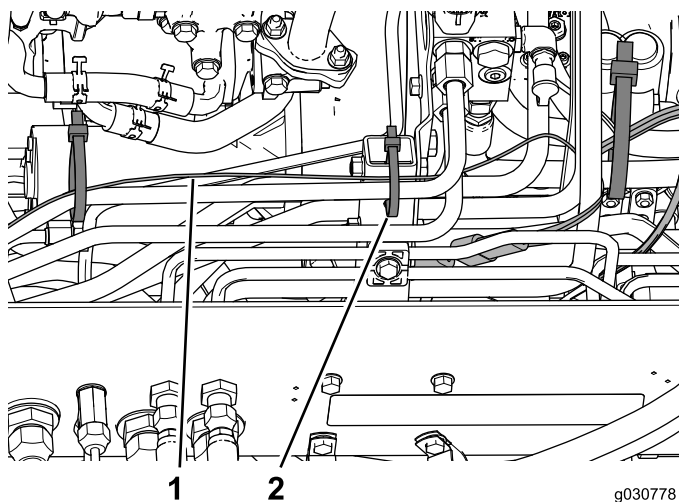
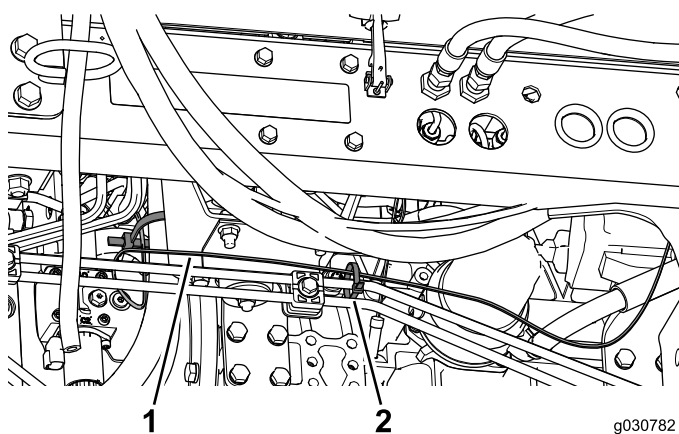

図 51
図 52
5. ケーブルタイを使用して、図 51および図 52に示すようにワイヤハーネスを油圧ホースと油圧ラインに固定する。